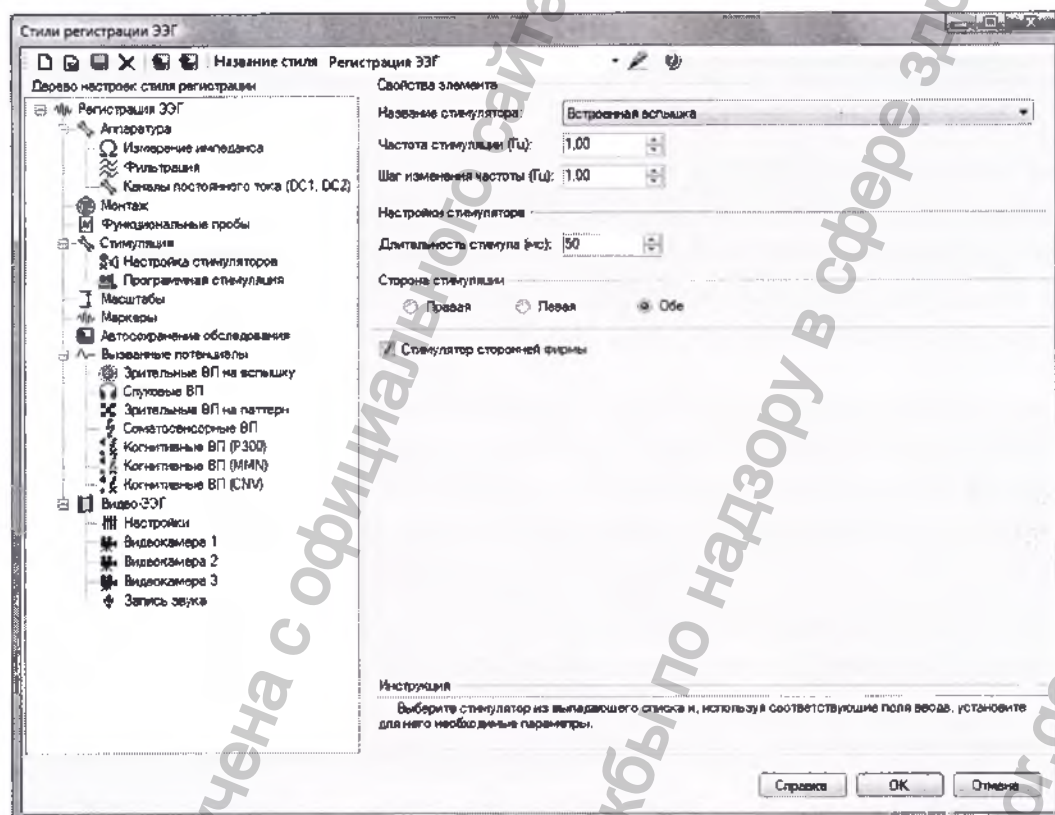

Рис. 44. Настройка запуска регистрации от внешнего стимулятора
3. Запустите программу «Нейрон-Спектр.NET», в настройках параметров стимуляции для стимулятора установите флажок «Стимулятор сторонней фирмы» (рис. 44).